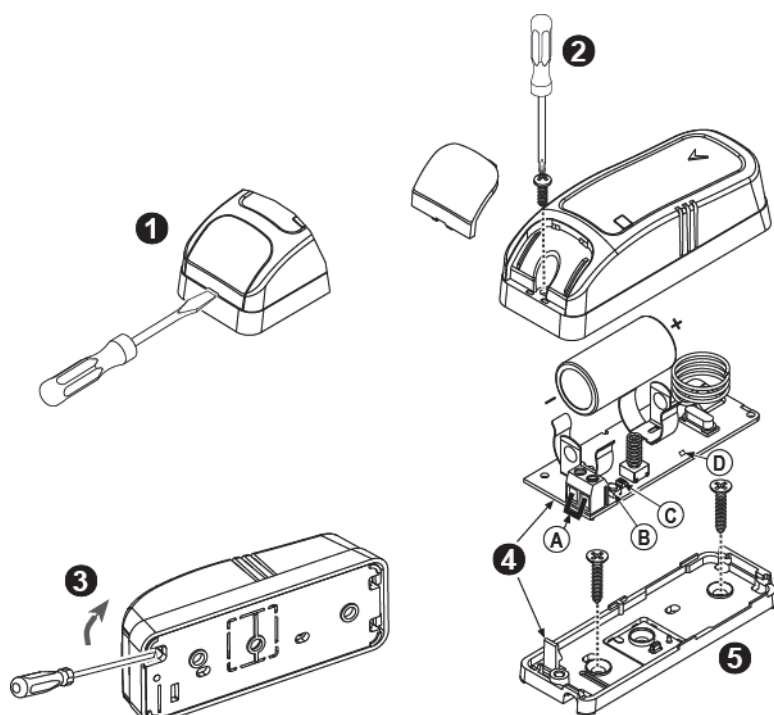

Figure 2. Montage
L'ouverture du couvercle est protégée par une autoprotection (voir Figure 2).
2. Insérez la batterie dans le support pile (voir Figure 2), en respectant la polarité. **Pour un bon fonctionnement, utilisez uniquement des batteries en Lithium (type CR123) ou équivalent.**
Avant de tester, séparez la base du couvercle (voir Figure 2).